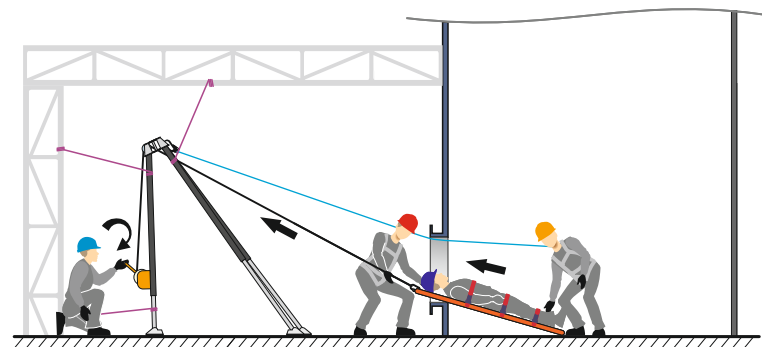

Рис. 19 Эвакуация пострадавшего из ОЗП.
14. Спасатель № 2 принимает пострадавшего снаружи, спасатель № 2 следит за пострадавшим внутри ОЗП (рис. 19).